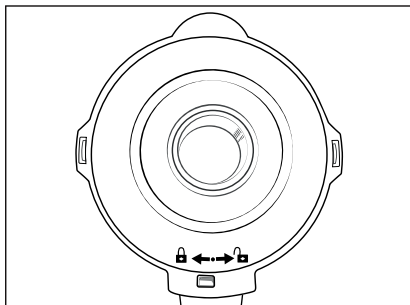

Fig. 2
- 4) Vuelva a presionar firmemente la tapa **2** sobre el vaso **3** en su posición desplazada. Para cerrar la tapa **2**, gírela en sentido horario hacia la posición  hasta que encastre audiblemente (consulte la fig. 2).